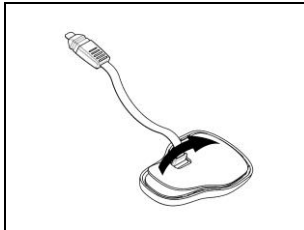

Fig. 25
- Enlever la pellicule de protection présente au dos du clavier autocollant en tirant sur la languette ad hoc (Fig. 25).